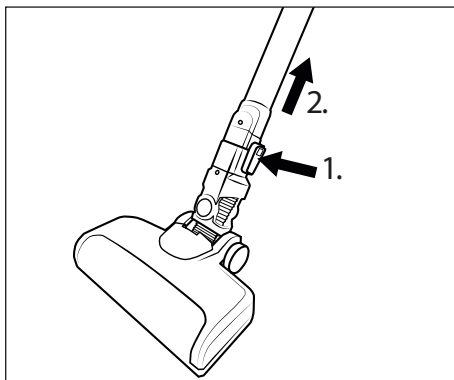

Abb. 12
- ◆ Um die Bodenbürste 22 vom Saugrohr 24 zu entfernen, halten Sie die Bodenbürsten-Entriegelungstaste 23 gedrückt und ziehen Sie das Saugrohr 24 von der Bodenbürste 22 ab (siehe Abb. 12).